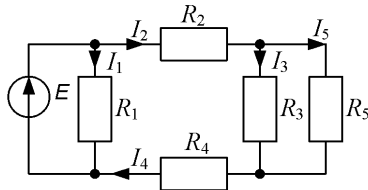

Рис. 2.29
4. Определить величину ЭДС E и сопротивление R_5 в цепи рис. 2.29, если $I_2 = 4 \text{ A}$; $I_5 = 2 \text{ A}$; $R_1 = 15 \text{ Ом}$; $R_2 = 8 \text{ Ом}$; $R_3 = 6 \text{ Ом}$; $R_4 = 4 \text{ Ом}$.